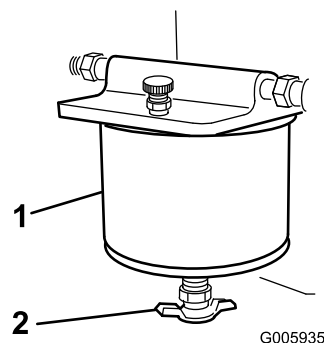

Figure 31
4. Tournez le robinet de vidange jusqu'à ce que l'eau s'écoule du filtre (Figure 31).